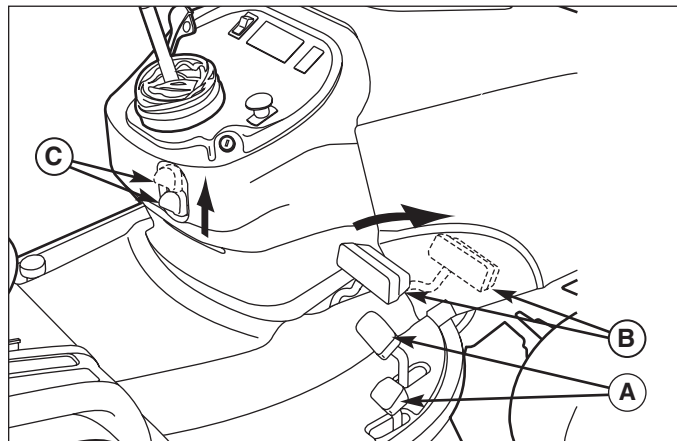

Figure 2. Serrage du frein de stationnement
Serrage du frein de stationnement - Voir la figure 2. Pour verrouiller le frein de stationnement, relâcher les pédales de vitesse de déplacement (A), appuyer à fond sur la pédale de frein (B), TIRER le bouton de frein de stationnement (C) et relâcher la pédale de frein.
Desserrage du frein de stationnement - Voir la figure 2. Pour desserrer le frein de stationnement, appuyer à fond sur la pédale de frein (B) et ENFONCER le bouton de frein de stationnement (C).